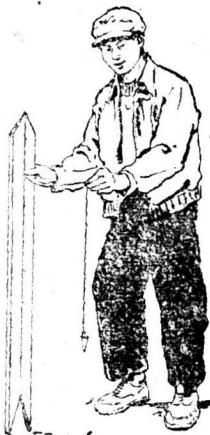
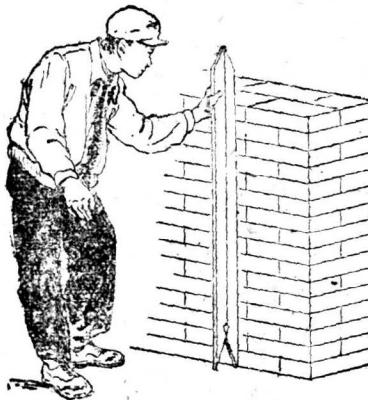

图9 托綫板
图10 用托綫板检查牆面
**垂直：**砌牆工作在进行的时候，泥工用托綫板来检查牆面或牆墩子够不够直（图9）。当托綫板豎直，侧边紧靠着牆面上的时候，托綫板錘球上的一根麻綫如果和板上的墨綫在一条直线上，那就說明这部分的牆是直的，这根麻綫就是垂直綫了（图10）。